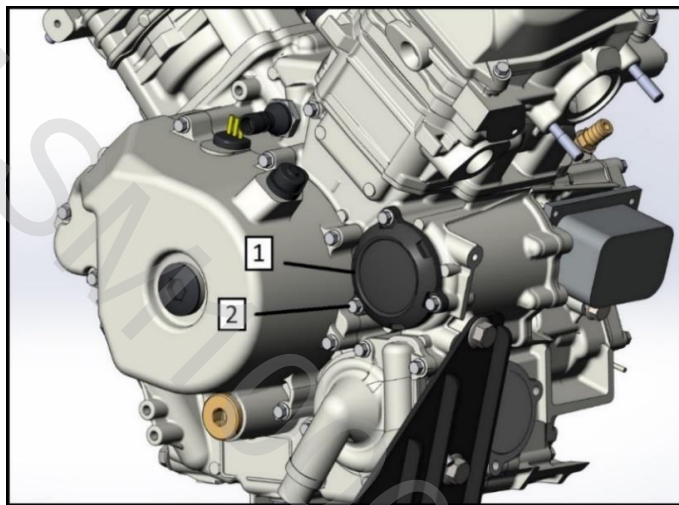

Рис. 6
3. Проложите впитывающий тканый или нетканый материал под крышкой (поз. 1, рис. 6), для впитывания вытекающего моторного масла.
4. Торцевой головкой 8 мм выкрутите винты (поз. 2, рис. 6), снимите крышку.